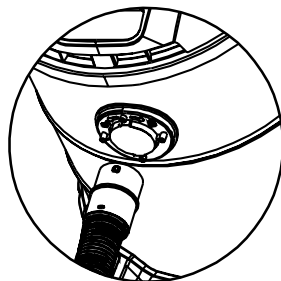

Fig. 6 – Conexão da mangueira
- Encaixe o conector da mangueira no bocal da conexão, gire no sentido horário para travar (Fig. 6).